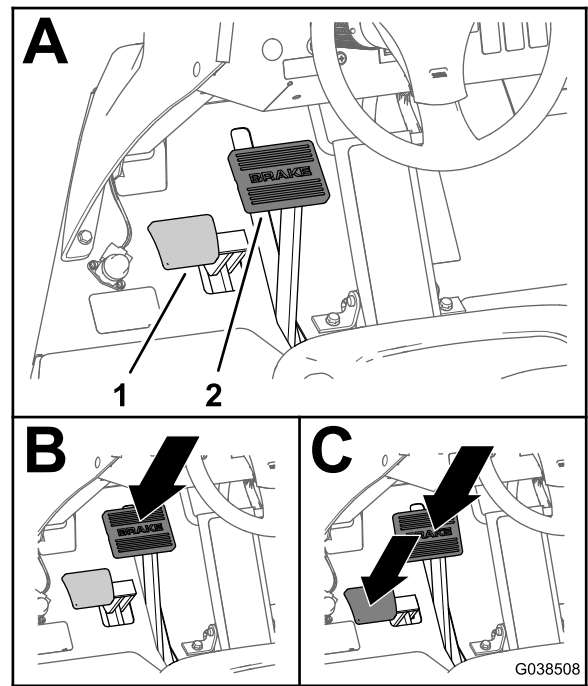

Figure 19
- Enfoncez la pédale de frein de service (Figure 19).
- Tout en enfonçant la pédale de frein de service, enfoncez simultanément la pédale du frein de stationnement (Figure 19).